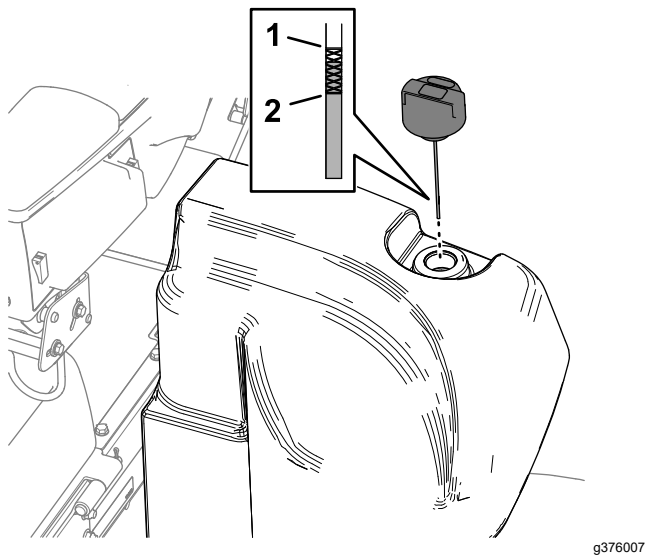

Figure 117
2. Nettoyez la surface autour du goulot et du bouchon de remplissage du réservoir hydraulique (Figure 117).